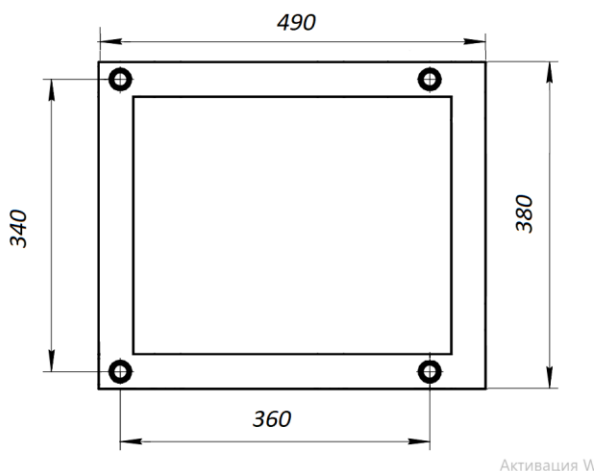

Рисунок 3
5.1. Чертеж закладной пластины показан на Рис.3.